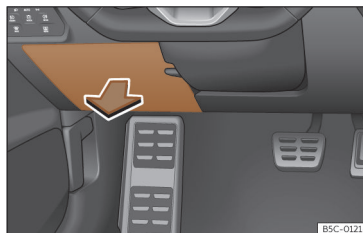

Fig. 211 Sous le combiné d'instruments côté conducteur : couvercle de la boîte à fusibles.
- **Ouvrir** : rabattez le couvercle vers le bas >>> **fig. 211**.